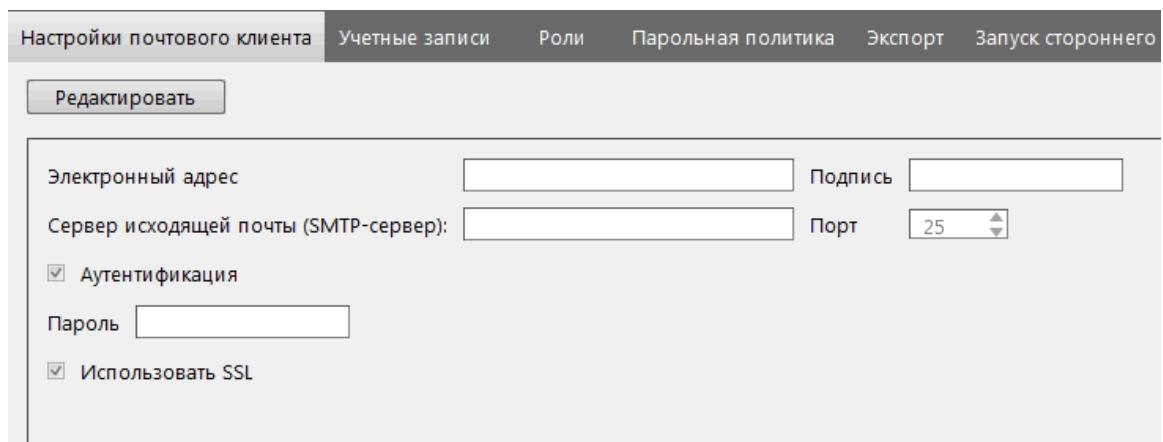

Рисунок 158 - Настройки почтового клиента
4. На вкладке **Настройка почтового клиента** нажмите **Редактировать** и заполните форму почтового клиента сервера (Рисунок 158).